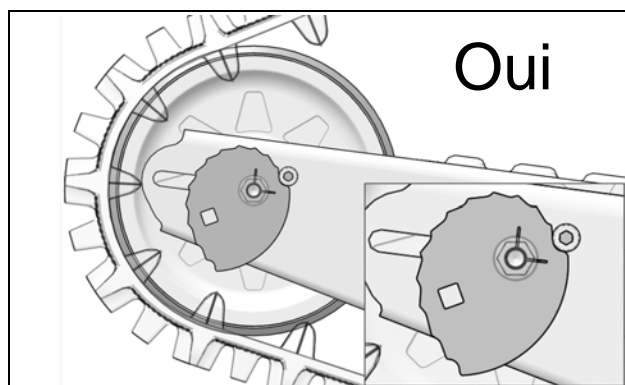
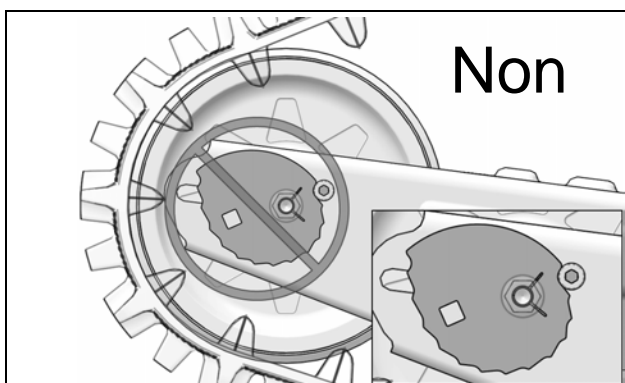

Figure 29
Figure 30
- Position d'installation des cames-tendeur. Figure 29 et Figure 30.